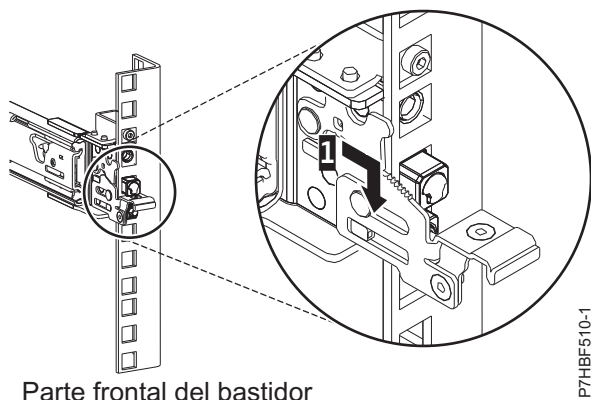

Figura 5. Patillas colocadas en el riel frontal del bastidor
6. Tire del riel deslizante hacia adelante e inserte tres patillas de la parte frontal del riel en los orificios dentro de la unidad EIA seleccionada que se marcaron anteriormente. Baje el riel deslizante (1) para llegar al mecanismo de enganche de la patilla central. Para obtener detalles, consulte Figura 5 en la página 6.